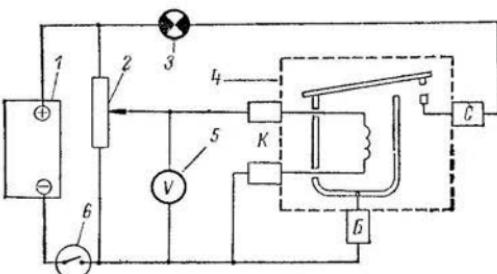

Рис. 141. Схема включения дополнительного реле стартера для проверки и регулировки:
**Контрольная проверка и регулировка дополнительного реле.** Реле проверяют по схеме, показанной на рис. 141. После соединения приборов по этой схеме включают включатель 6 и при помощи движка реостата 2 устанавливают